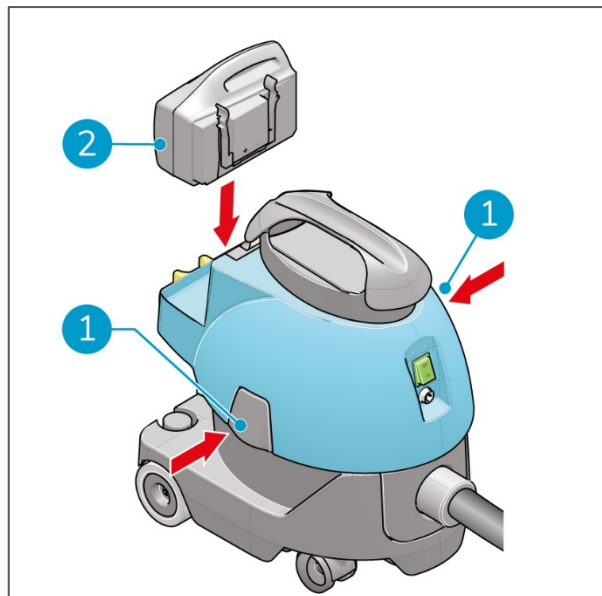

Abbildung 25
9. Schließen Sie die Riegel (Figure 25, Pos. 1).
10. Tauschen Sie den Akku aus (Figure 25, Pos. 2).